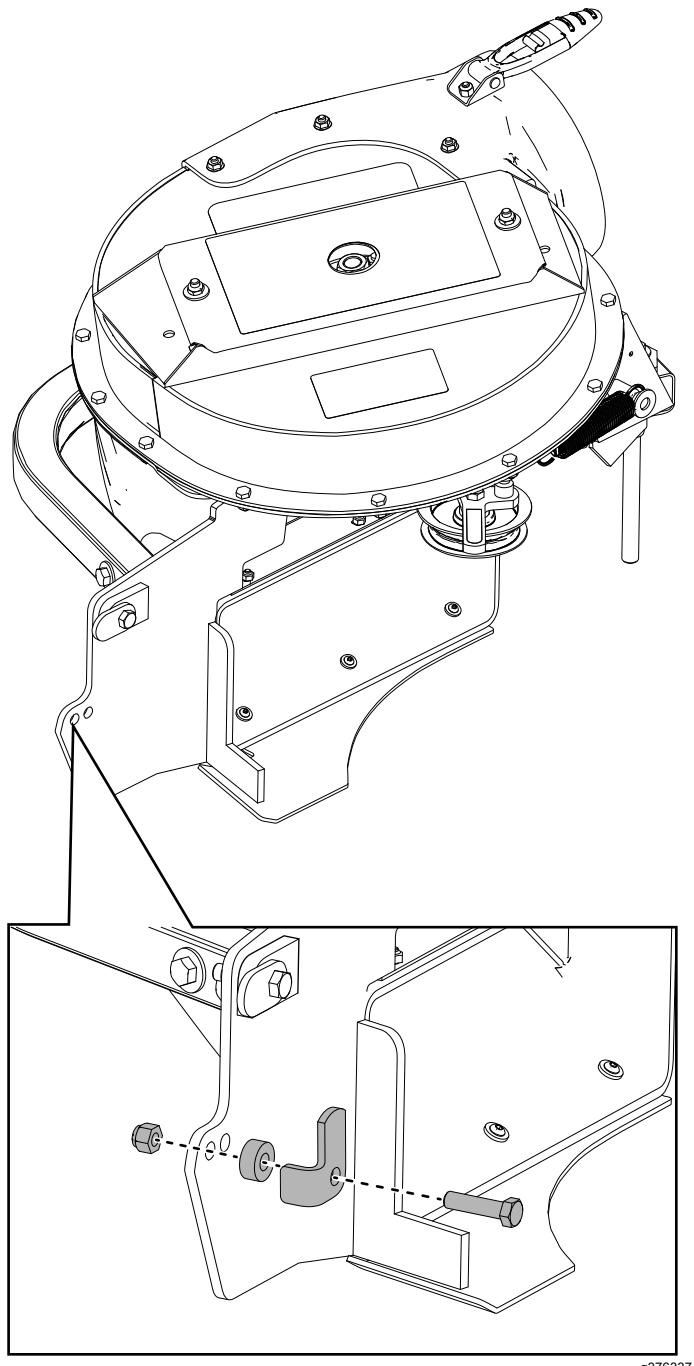

Figura 32
3. Sujete el cierre al soplador con el perno de cabeza hexagonal ($\frac{3}{8}$ " x $1\frac{1}{2}$ "), el espaciador y la contratuerca ($\frac{3}{8}$ "), como se muestra en la Figura 31 y la Figura 32.